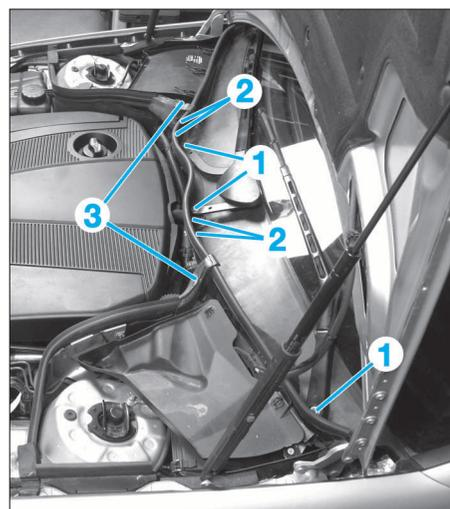

FIG. 10
- les écrous (1) (Fig.10).
- les 4 vis (2).
- les 2 joints (3)